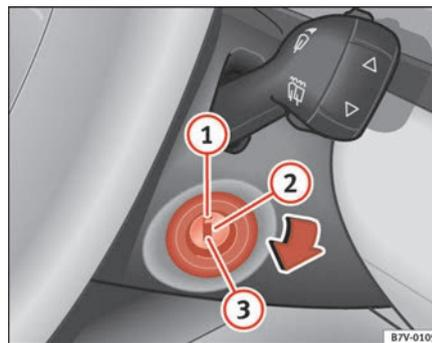

Fig. 126 Posizioni della chiave di accensione
Sulla posizione ⇒ fig. 126 ① l'accensione è disinserita e si può bloccare lo sterzo.
- Avviare il motore portando la chiave d'accensione nella posizione ⇒ pag. 172, fig. 126 **3**.
- Girare la chiave d'avviamento sulla posizione ⇒ pag. 172, fig. 126 ②. La spia  si accende durante il ciclo di preincandescenza del motore.
- Quando la spia si spegne, mettere in moto girando la chiave nella posizione ③, senza dare gas.
- Girare la chiave fino alla posizione ⇒ pag. 172, fig. 126 ①.